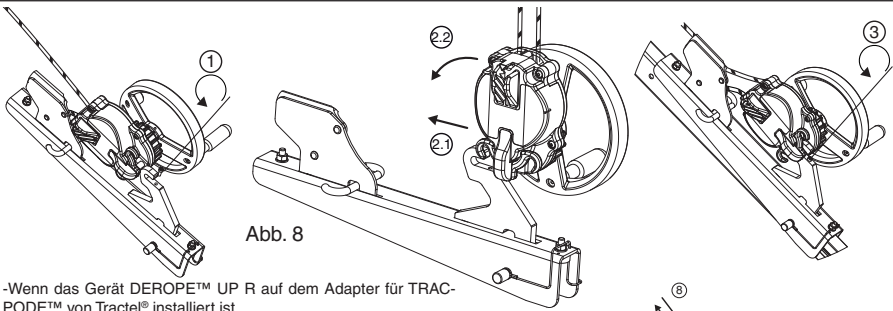

Abb. 8
6.3.4 Gerät DEROPE™ UP R (Abb. 8, 9 und 10)
Das Gerät DEROPE™ UP R muss gemäß Abb.8 an der Stütze des Dreibaums TRACPODE™ von Tractel® angebracht werden. Jede andere Befestigung an einem anderen Punkt des Dreibaums TRACPODE™ von Tractel® ist verboten.
1. Die Sicherungsschraube des Befestigungshakens des Adapters für Gerät DEROPE™ UP R lösen (Abb. 8, 1).
2. Das Gerät DEROPE™ UP R am Befestigungshaken anbringen (Abb.8, 2.1 - 2.2).
3. Die Sicherungsschraube wieder festziehen, um zu vermeiden, dass sich das Gerät vom Adapter löst (Abb.8, 3), und sicherstellen, dass sie ordnungsgemäß angebracht und festgezogen ist.